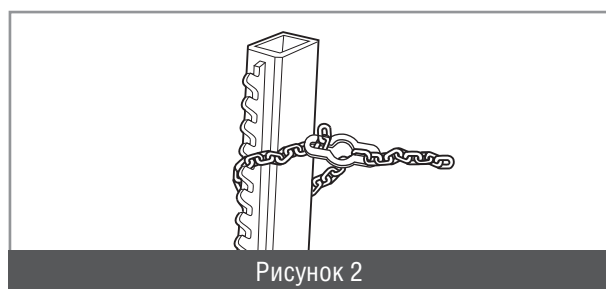

Рисунок 2
- Для фиксации цепи на стойке силового устройства используется фиксатор цепи (рисунок 2).